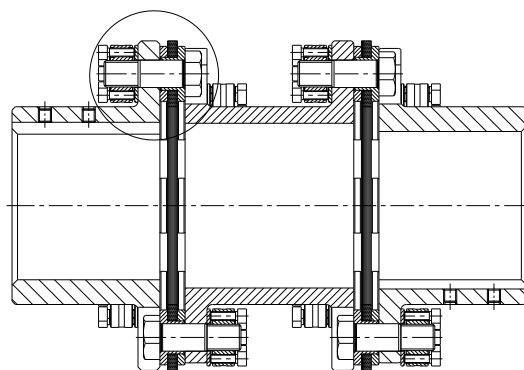

Figura 28: Montagem do conjunto de lâminas RADEX®-N tamanhos 136 - 336 e 138 - 338
- Favor montar os pacotes de lâminas e o espaçador (ver figura 28). Para o tipo NN apenas um pacote de lâminas é usada (sem espaçador).